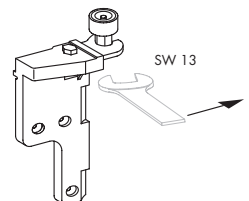

Bild 4 Führung in Stützplatte einschieben und mit Gabelschlüssel SW 13 fest anziehen
- C** Führung TS (**13**) jeweils in die Stützplatte des Ecklager D (**10**) und Ecklager (**19**) schieben und mit Gabelschlüssel SW 13 fest anziehen, siehe Bild 4.